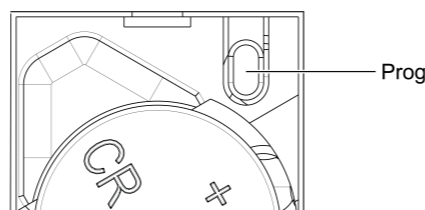

Figure 2: Touche **Prog** dans le compartiment à batteries.
- Appuyer brièvement sur la touche **Prog** (figure 2).